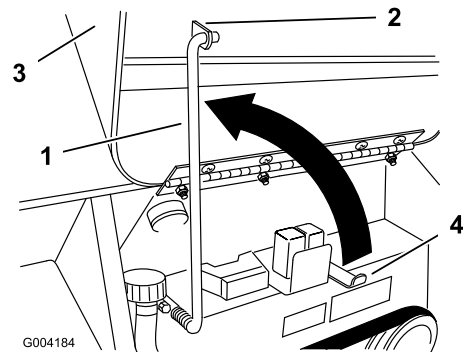

Figure 23
4. Relevez la béquille et engagez-la dans la patte sur le capot (Figure 23).